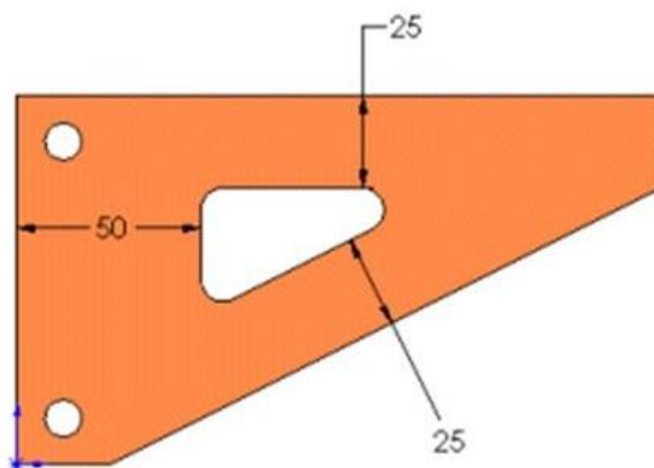

Рисунок 1.17 – Начальные параметры модели
1. Выберите столбец **Начальное** (рис. 1.17).